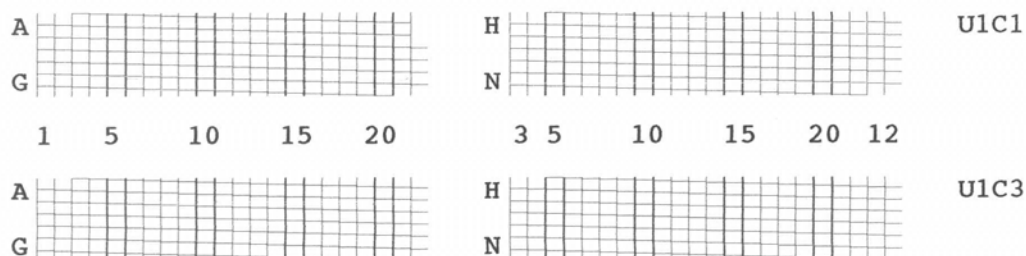

Abbildung 47: Muster A
- Muster A zeigt den Zustand der Patronen mit Hilfe eines Gitters an (siehe Abbildung 47).